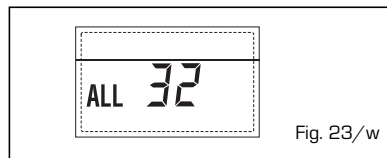

Fig. 23/w
- ANOMALIA COMUNICAZIONE SCHEDINO RS-485 IN MODALITA' MODBUS "ALL 33" (fig. 23/k)